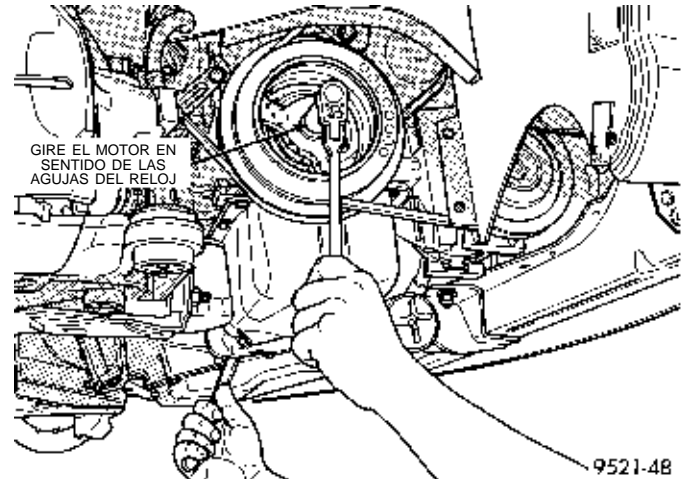
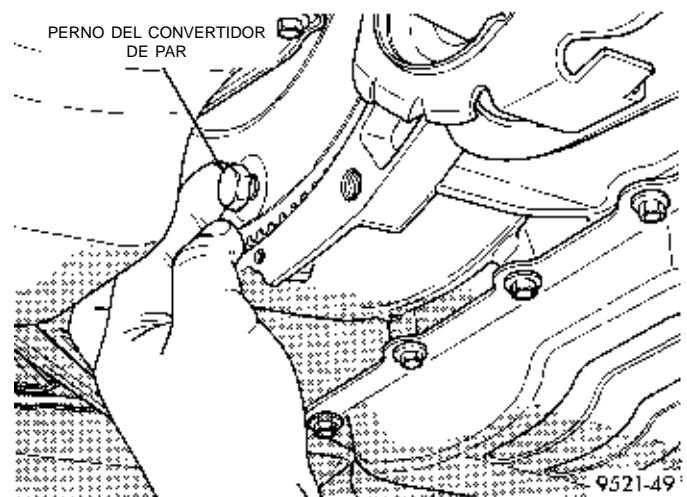
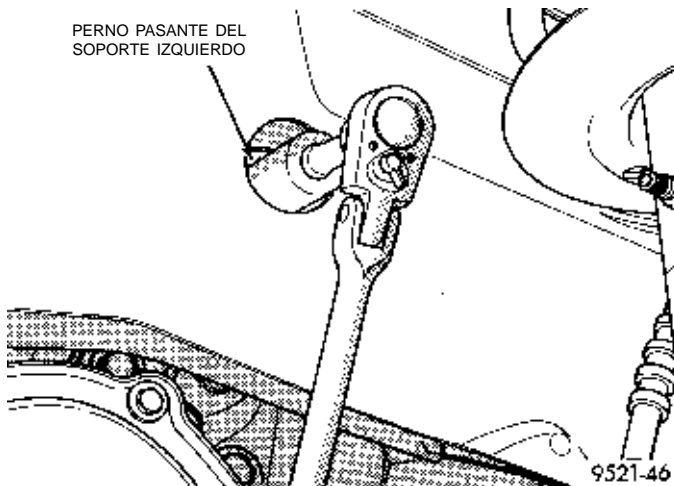
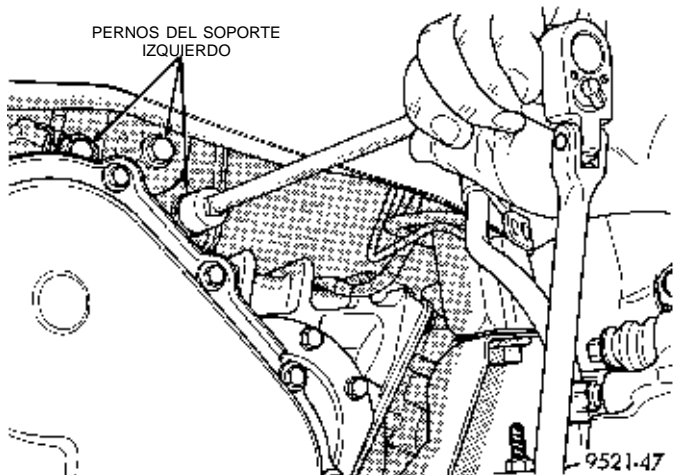

Fig. 40 Gire el motor
Fig. 41 Pernos del convertidor de par
Fig. 42 Perno pasante del soporte izquierdo
Fig. 43 Pernos del soporte izquierdo
(18) Gire el motor en el sentido de las agujas del reloj para tener acceso a los pernos del convertidor (Fig. 40). Retire los pernos del convertidor (Fig. 41). Marque la posición relativa entre el convertidor y la placa flexible a fin de facilitar el reensamblaje.
(19) Apoye el transeje sobre un gato de transmisiones.
(20) Retire el perno pasante del soporte izquierdo (Fig. 42). Retire los pernos del soporte izquierdo del transeje (Fig. 43).